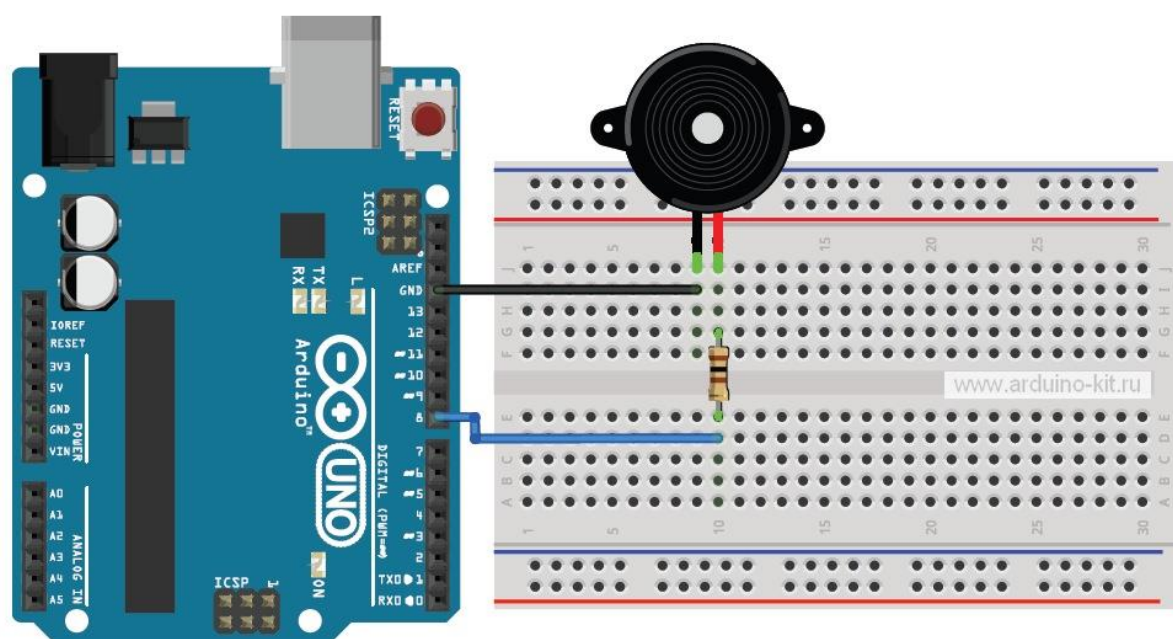

Рис. 10.1. Схема подключения пьезоизлучателя к Arduino
Самым простым вариантом генерации звука является использование пьезоизлучателя. Пьезокерамические излучатели (пьезоизлучатели) – электроакустические устройства воспроизведения звука, использующие обратный пьезоэлектрический эффект – возникновение механических деформаций под действием электрического поля. Пьезоизлучатели бывают двух типов – со встроенным генератором и без. Пьезоизлучатели со встроенным генератором излучают фиксированный тональный сигнал сразу после подачи на них номинального напряжения. Они не могут воспроизводить произвольного сигнала. Их обычно используют для простого звукового оповещения. Если требуется проиграть мелодию, то используют пьезоизлучатели без встроенного генератора и генерируют сигнал отдельно. В эксперименте мы используем пьезоизлучатель без встроенного генератора. Схема подключения пьезоизлучателя показана на рис. 10.1.
1. Подключаем пьезоэлемент к плате Arduino по схеме на рис. 10.1.